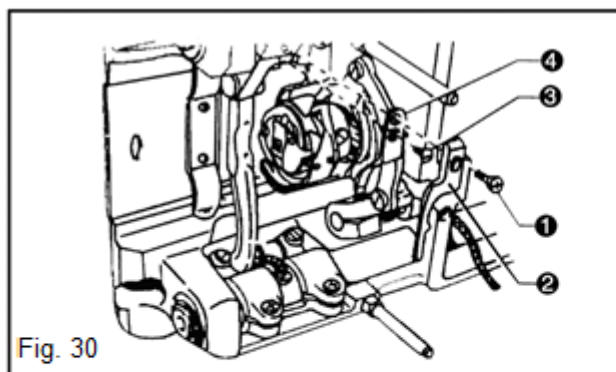

Fig. 30
b) Odkręć śrubę (1) i zdemontuj trzymak kosza (2). (Fig. 30)
c) Odkręć śrubę (3) i zdemontuj przeciwnóż (4). (Fig. 30)